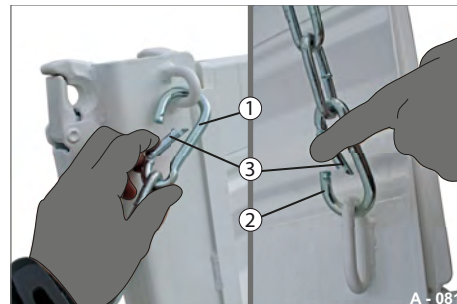

Abb. 82 Sicherungskette entfernen
- ▶ Drücken Sie die Sicherung (Abb. 82/3) am Karabiner-Haken (Abb. 82/1 & Abb. 82/2) ein und entfernen Sie die Karabiner-Haken aus den Öse. Die Heck-Bordwand ist entschert.